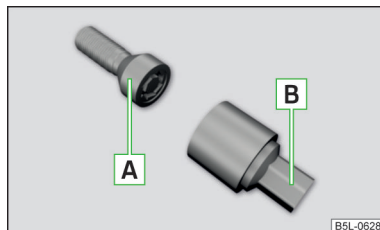

Fig. 239
Los tornillos de rueda antirrobo protegen a las ruedas contra robos. Se pueden **soltar/apretar** solamente con el suplemento [B] » fig. 239.
- Introduzca la llave de rueda hasta el tope sobre el tornillo de rueda. Usar el suplemento para los tornillos de la rueda antirrobo correspondientes » fig. 239 de la pág. 218.